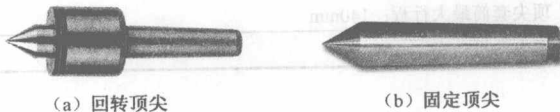

图 1-6 后顶尖
② 后顶尖是插入尾座套筒中进行使用的。分为回转顶尖和固定顶尖，如图 1-6 所示。回转顶尖内部的滚动摩擦代替了顶尖与工件中心孔的滑动摩擦，从而能消除因高速旋转及摩擦产生的高热现象，但回转顶尖定心精度和刚性较差；固定顶尖一般采用硬质合金制作，其定心正确、刚性好，但中心孔与顶尖产生摩擦，易发生高热现象，会使工件发热变形，一般适用于低速车削。目前在车削加工中回转顶尖应用较广泛。